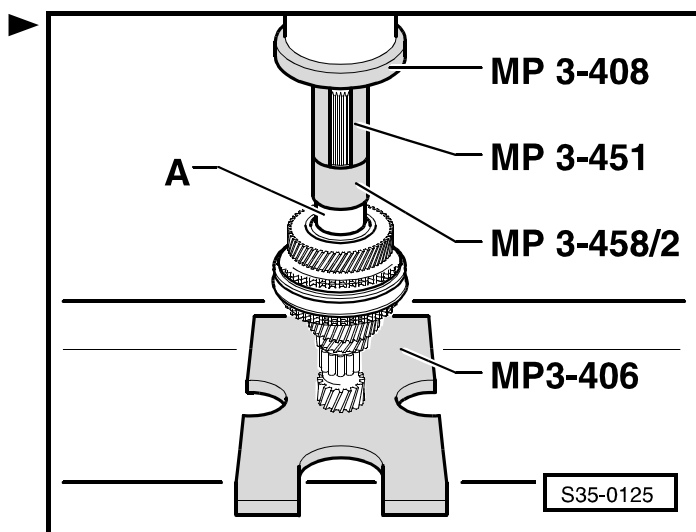

Рис. 12: Определение толщины стопорного кольца
- определить толщину ⇒ Рис. 12 в **35-1** страница 7